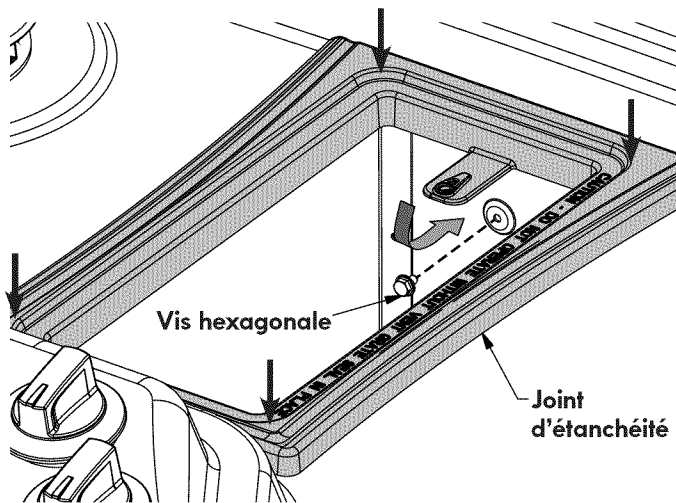

Figure 30 – MODÈLE 30"
- Placez soigneusement le joint d'étanchéité de la grille au-dessus de la chambre de ventilation sur la table de cuisson comme représenté sur les figures 30 - 31. Assurez-vous que le collier sur le bas du joint d'étanchéité est complètement inséré dans l'ouverture. Retirez la vis 1/4" à tête hexagonale situé dans la chambre de ventilation sous l'onglet du joint d'étanchéité. Replier la patte du joint d'étanchéité vers le bas dans la chambre de ventilation et le fixer la avec la vis à tête hexagonale.